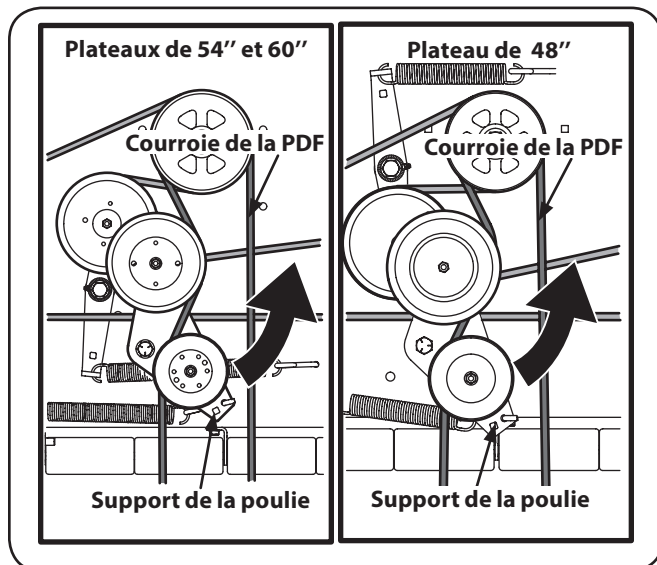

Figure 7-2
4. Insérez un bras de force de ½" dans le support de la poulie de tension et tournez-le vers la droite du tracteur. Ensuite, faites glisser la courroie hors de la poulie de la prise de force. Voir Figure 7-2.